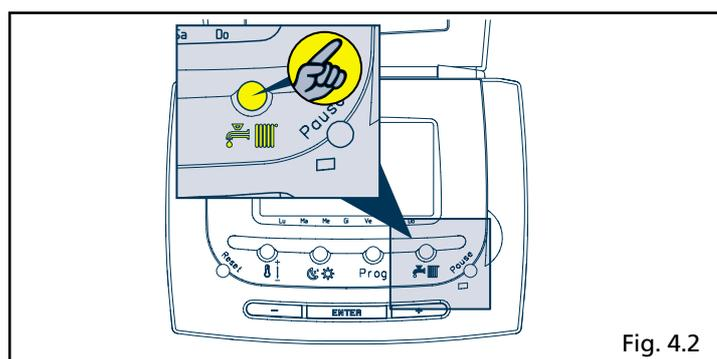
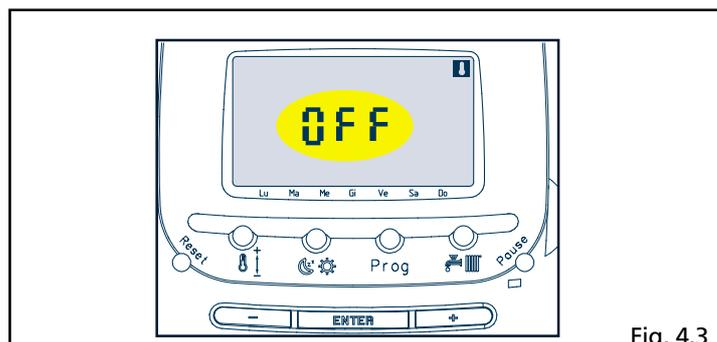

Fig. 4.2
Fig. 4.3
- premere il tasto estate-inverno sul pannello comandi a distanza (fig. 4.2). Premendo una volta il tasto si passa dalla funzione **OFF** (fig. 4.3) alla funzione estate (fig. 4.4)
Premendo una seconda volta il tasto  si passa alla funzione inverno (fig. 4.2)